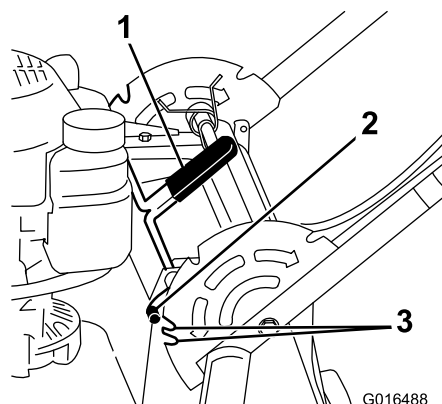

Рисунок 16
1. Потяните рычаг записания рукоятки назад, чтобы вывести из зацепления пальцы фиксации рукоятки (Рисунок 16).
2. Поверните рукоятку и совместите требуемую прорезь в кронштейне рукоятки с пальцами фиксации рукоятки, см. Рисунок 16.